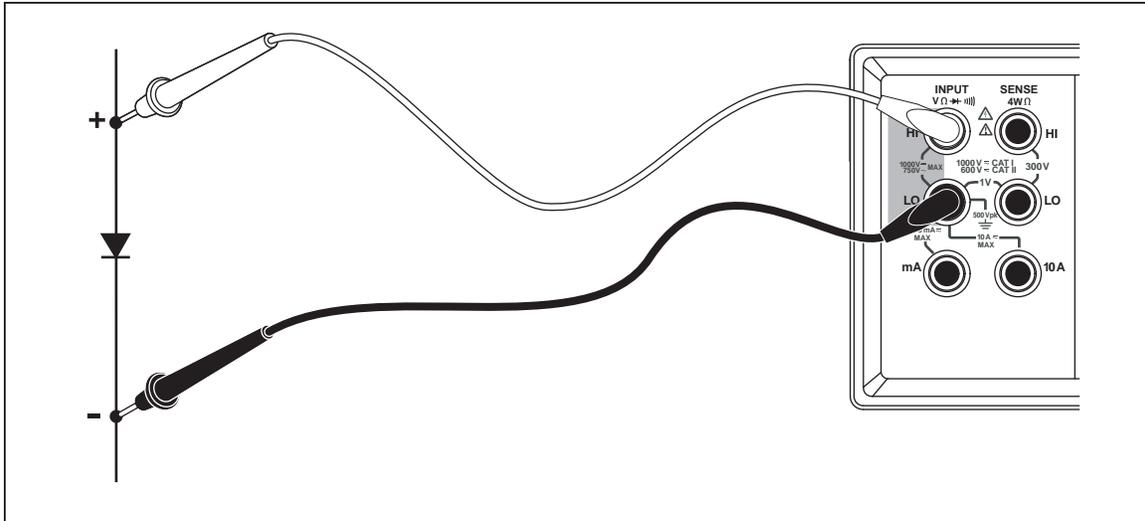

Figura 3-11. Prueba de diodos
2. Conecte los cables de prueba entre el empalme del multímetro, diodo o transistor como se muestra en la figura 3-11.